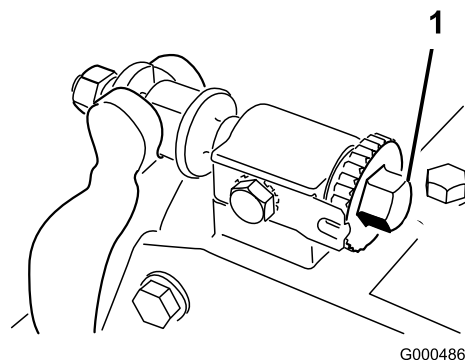
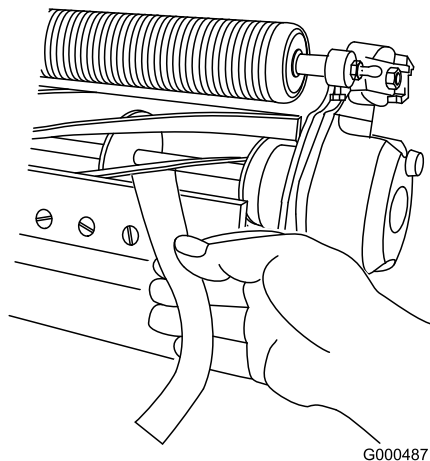

Figura 51
Figura 52
2. Não deixe que haja contacto com o cilindro, rodando os parafusos de ajuste da barra de apoio no sentido contrário ao dos ponteiros do relógio (Figura 51).
4. Numa das extremidades do cilindro, introduza uma longa tira de jornal entre o cilindro e a lâmina de corte (Figura 52). Enquanto roda ligeiramente o cilindro para a frente, rode o parafuso de ajuste da barra de apoio no sentido dos ponteiros do relógio (na mesma extremidade do cilindro) (Figura 51), uma posição de cada vez, até que o papel esteja ligeiramente apertado, quando inserido pela parte dianteira, paralela à lâmina de corte. Quando puxar o papel, sentirá uma ligeira pressão.
o papel quando este for inserido num ângulo recto, relativamente à lâmina de corte (Figura 52). Deve ser possível cortar o papel ao mínimo contacto com a lâmina de corte e as lâminas do cilindro. Se notar uma pressão excessiva sobre o cilindro, pode ser necessário ajustá-lo ou rectifique a unidade de corte para obter pontas afiadas, imprescindíveis para um corte de precisão (consulte o manual de rectificação de cilindros da Toro).